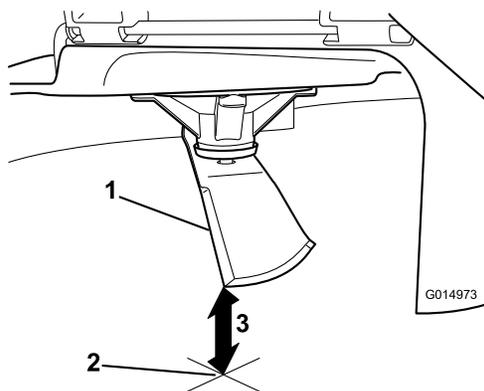

**Figura 68**
4. Ruotate la stessa lama di 180 gradi in modo che il tagliente opposto si trovi ora nella stessa posizione (Figura 68).